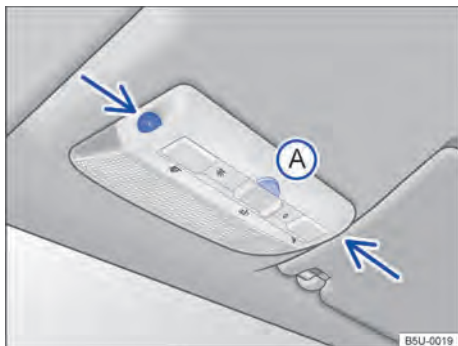

Fig. 28 No console do teto: sensores de monitoramento do interior do veículo e tecla (A) para desligar o monitoramento do interior do veículo.
O monitoramento do interior do veículo dispara o alarme com o veículo travado, se reconhecer movimentos no interior do veículo. O sensor e o receptor estão localizados no conjunto da lanterna de leitura ⇒ Fig. 28 (setas).
- Pressionar a tecla ⇒ Fig. 28 (A) ou ⇒ Fig. 29 (OFF) por 2 segundos. No painel de instrumentos a luz de controle se acende.